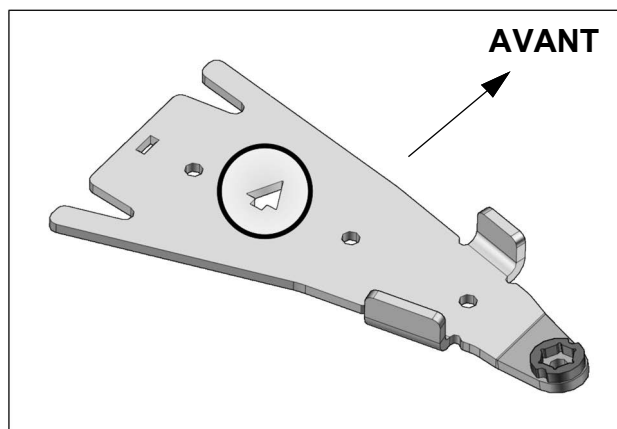

Fig. 1
- Des flèches indiquant l'avant du véhicule sont découpées dans certaines composantes des ancrages. S'assurer que ces flèches pointent vers l'avant du véhicule à l'assemblage de celles-ci. Fig. 1